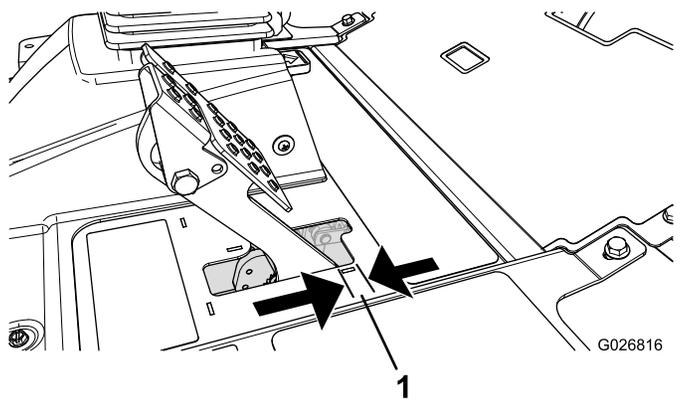

Рисунок 97
Тормоза необходимо отрегулировать, если свободный ход (Рисунок 97) педали тормоза превышает 2,5 см или требуется большее усилие нажатия для торможения. Свободный ход — это расстояние перемещения педали тормоза до ощущения тормозного сопротивления.
2. Затяните заднюю гайку, чтобы переместить трос назад так, чтобы свободный ход педалей тормоза составил от 0,63 до 1,27 см (Рисунок 97) до момента фиксации колес.